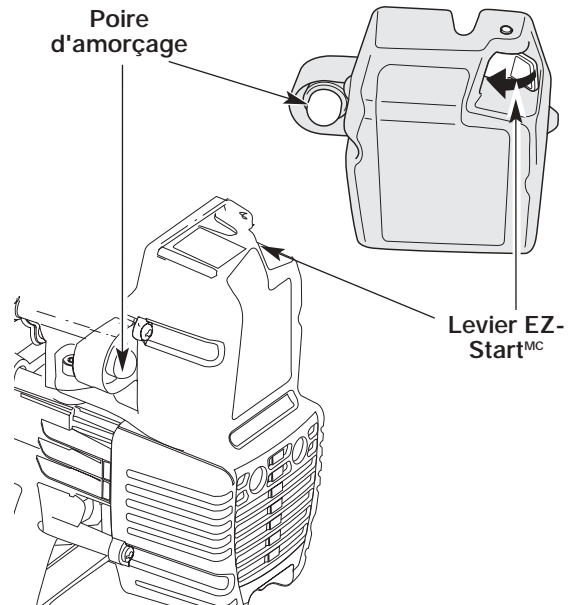

Fig. 7
3. Pressez et relâchez la poire d'amorçage à 10 reprises, lentement. Une certaine quantité de **carburant devrait être visible dans la poire d'amorçage** et les conduites de carburant (Fig. 7). Si vous n'apercevez pas de carburant dans la poire, pressez et relâchez la poire autant de fois que nécessaire jusqu'à ce que vous aperceviez du carburant dans cette dernière.
4. **Faites pivoter le Levier EZ -Start™ vers la gauche** jusqu'à ce qu'il clique et se verrouille en place (Fig. 7).